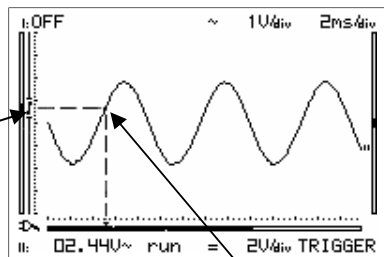

Fig 60
- Press ▲ and ▼ cursor-keys to change the trigger level (Fig 60).
- Wijzig het triggerniveau met de cursor-toetsen ▲ en ▼ (Fig 60).
- Ajustez le niveau de démarrage avec les touches du curseur ▲ et ▼ (Fig 60).
- Drücken Sie auf die ▲ und ▼ Cursorstasten um den Triggerpegel zu ändern (Fig 60).